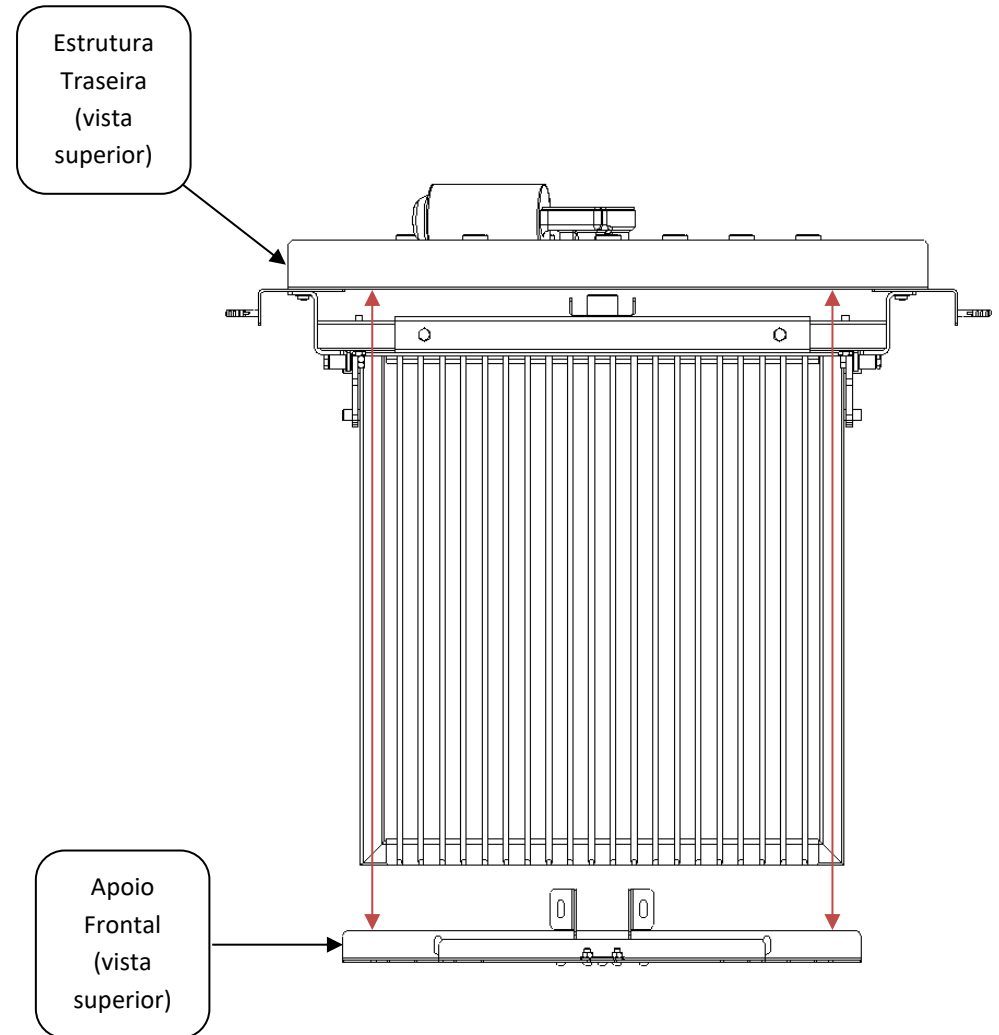

Figura 06
d) Ao instalar o Apoio Frontal, responsável por sustentar os espetos, posicione de forma a ficar alinhado e paralelo com os encaixes traseiros dos espetos, deixando-a centralizada no muro frontal de sua churrasqueira, evitando que os mesmos fiquem descentralizados. Vide figura 06.